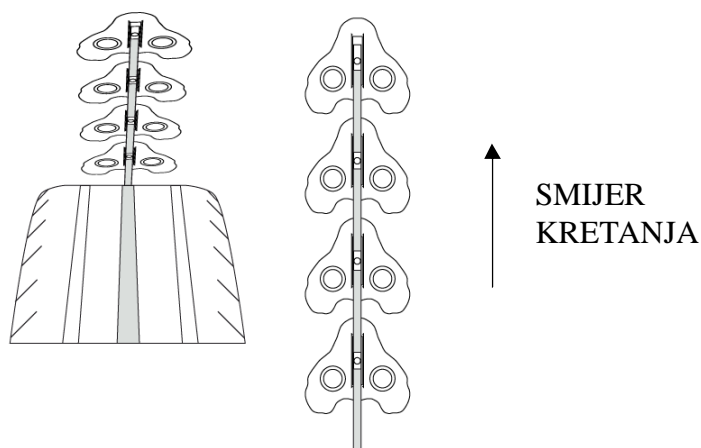

Fig. 2
1. Osigurati se da je kružni utor na gumi očišćen od eventualnih neistoča i kameniča koji bi smetali prijanjanju ureaja. Može se koristiti odvijač (F) za osloboditi utor.
2. Uzeti kompletirani lanac i prisloniti ga na gornju površinu gume i osigurati da spojnice ulaze u kružni utor. Pozicionirati pločice tako da imaju oblik strijele u smjeru kretanja (Fig. 2).